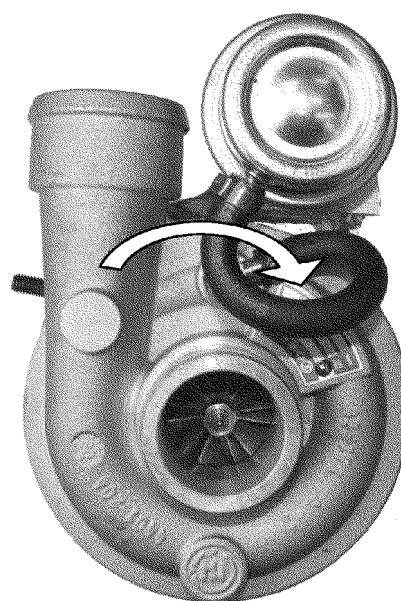

Рис. 4.177. Корпус турбокомпрессора
16. Повернуть корпус компрессора (по стрелке, см. рис. 4.177) до появления доступа к гайке 8 (см. 4.173). Отвернуть гайку и снять выпускной коллектор в сборе с ТКР. Снять детали присоединенные к ТКР.